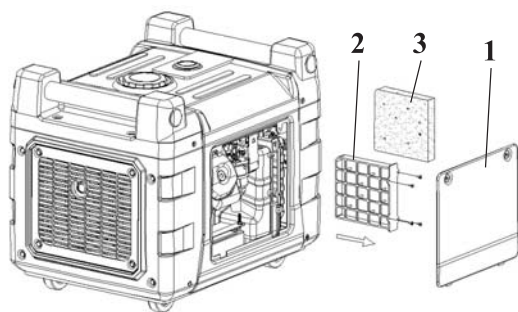

рис. 4
7.4.1 Открутите винты и демонтируйте крышку 1 (рис. 4). При отделении крышки от корпуса не повредите уплотнение. Выньте картридж воздушного фильтра 2 (рис. 4) Снимите фильтрующий элемент 3 (рис. 4).